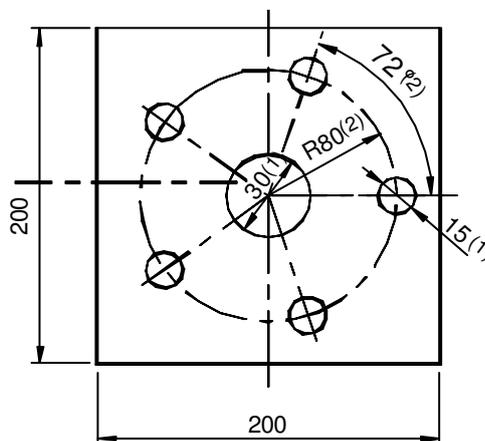

Figura 1.10.8 – Cotas de forma e de posição
Na *Figura 1.10.8* as cotas com índice (1), são cotas de forma, enquanto as de índice (2) são cotas de posição